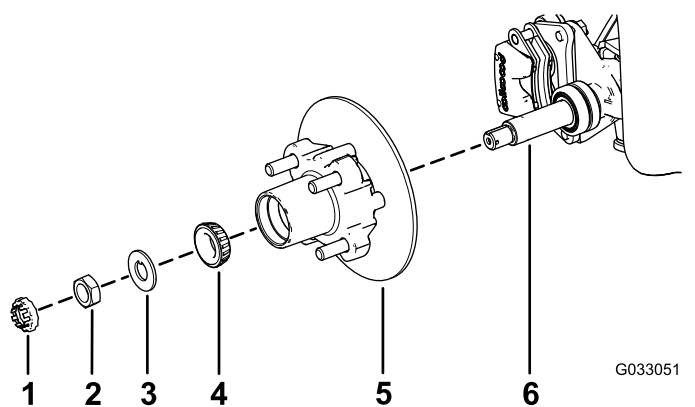

Figura 26
1. Aplique una ligera capa de grasa del tipo especificado en el eje (Figura 26).
2. Monte el cubo y el rotor en el eje con el rotor hacia dentro (Figura 26).
3. Monte el cojinete exterior en la mangueta y acople el cojinete al anillo de rodadura exterior (Figura 26).
4. Monte la arandela con pestaña en la mangueta (Figura 26).
5. Enrosque la tuerca en el eje y apriete la tuerca a 15 N·m (11 pulgadas-libra), girando el cubo para asentar el cojinete (Figura 26).
2. Alinee las pastillas de freno en cada lado del rotor (Figura 22) y los taladros del soporte de la pinza con los taladros de montaje del freno de la mangueta (Figura 26).